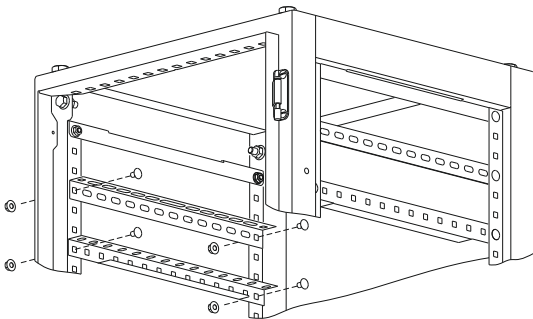

Рисунок 5
5.2 Приложите уголок для оборудования с внутренней стороны боковой поверхности передней и задней стоек корпуса на необходимой высоте. Вставьте по очереди в квадратные отверстия два болта М6×10 и закрепите гайками М6 (рисунок 5). Момент затяжки 5 Н·м.
5.3 Повторите действия пункта 5.2 для монтажа уголка для оборудования с противоположной стороны (рисунок 5).
6.1 Монтаж бокового П-профиля производится аналогично монтажу уголка для оборудования (рисунок 5).